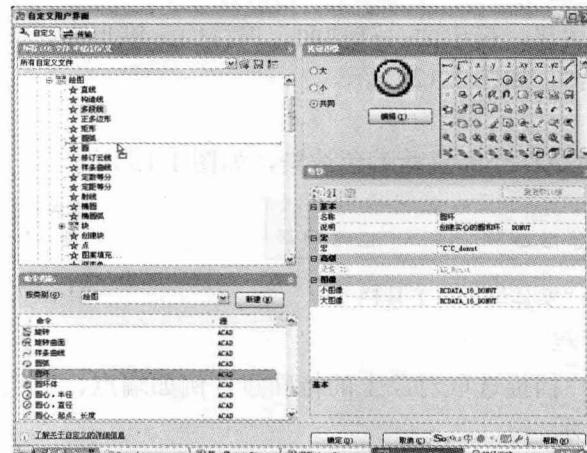

图1-19 选取要显示的命令按钮
(1) 在任意工具栏上单击鼠标右键，然后在弹出的快捷菜单中执行“自定义”命令，开启“自定义用户界面”对话框。
(2) 在“命令列表”下拉菜单中选取“绘图”选项，然后用鼠标左键按住要添加的“圆环”按钮，拖动它到相对应的工具栏上放置，如图1-19所示。